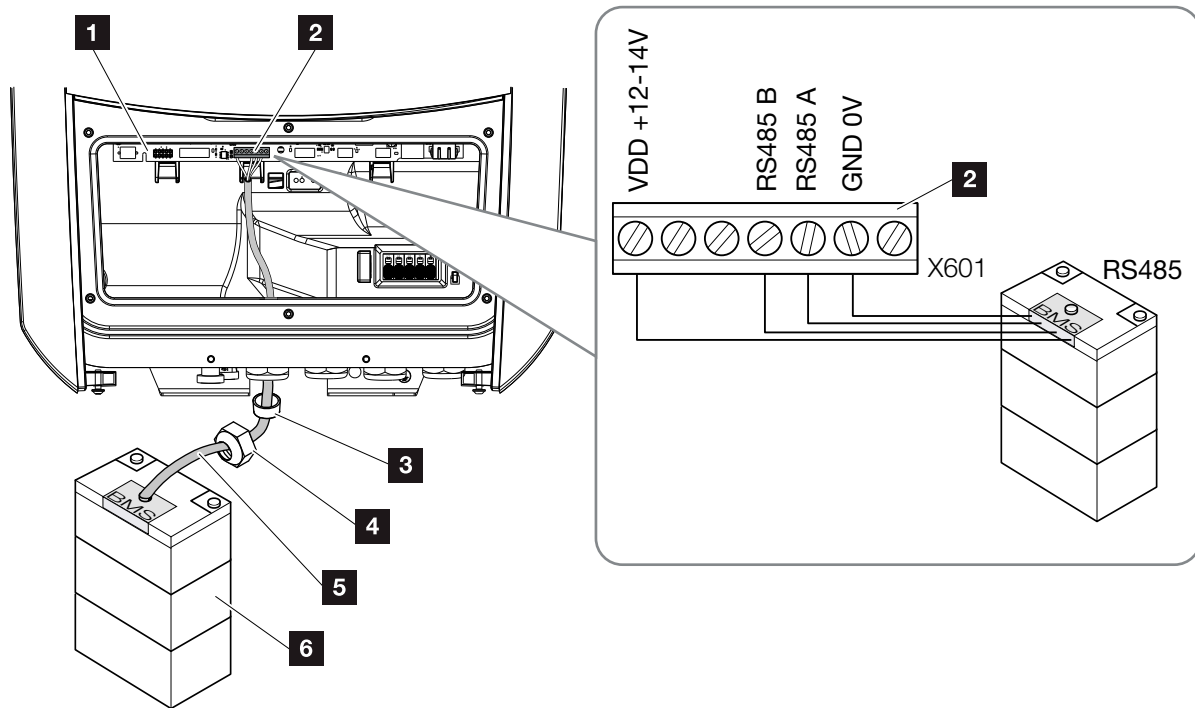

Fig. 30: Conexión de batería de comunicación RS485
3. Conectar el cable de comunicación (RS485) a la interfaz de comunicación de la Smart Communication Board.  **Fig. 30 Pos. 2**